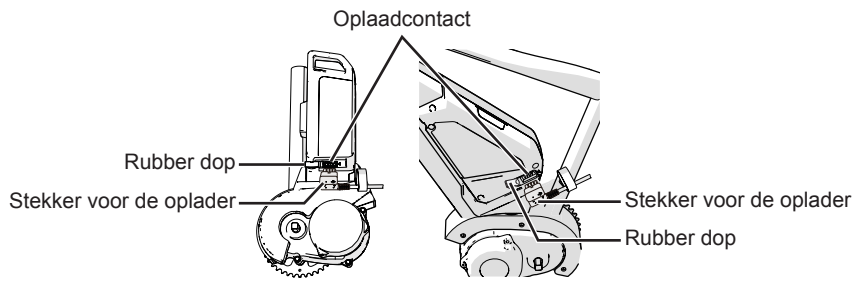

Fig. 1
- 1) Open de rubber dop van de batterij en sluit de stekker van de oplader aan op het oplaadcontact. (Fig. 1)